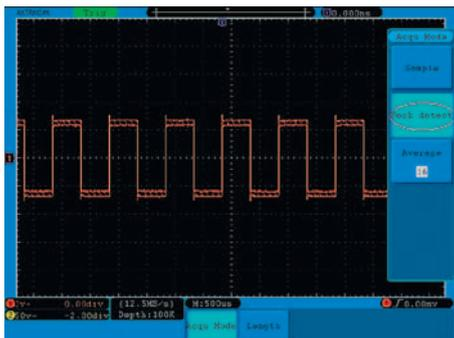

Рис. 29. Режим пикового детектора, позволяющий обнаруживать выбросы до 10 нс в осциллографах ADS-2xx1M(MV)
- режим пикового детектора, позволяющий обнаруживать выбросы до 10 нс (рис. 29);